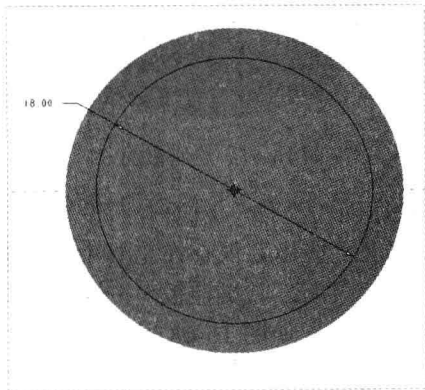

图 16-65 绘制截面 5
Step 09 采用与上同样的方法，使用“拉伸”命令，弹出“拉伸”选项卡，在绘图区选择合适的平面作为草绘平面，进入草绘环境；单击“草绘”选项卡中的相应按钮，绘制截面，如图 16-65 所示，单击“关闭”面板中的“确定”按钮 ，完成截面绘制并退出草绘环境。